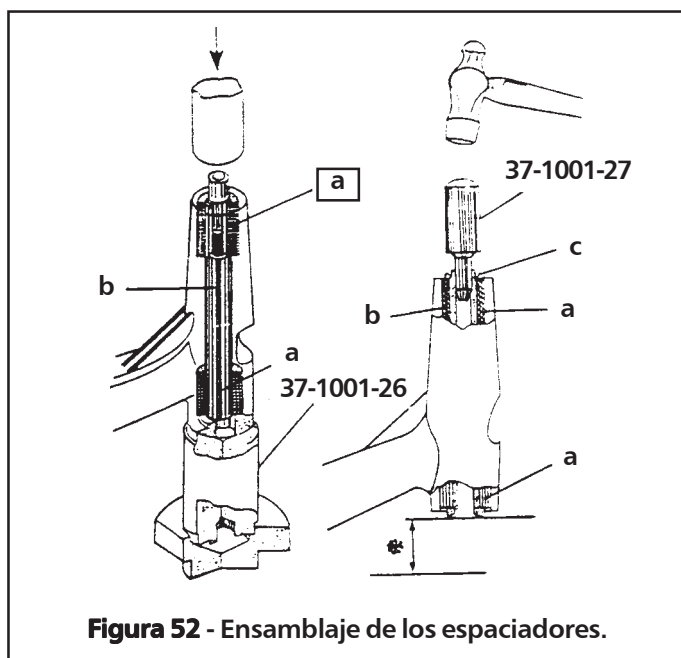

Figura 52 - Ensamblaje de los espaciadores.
4. Cerciérese de que el vástago sale la misma cantidad en ambos lados (ver figura 52).
5. Monte los espaciadores en ambos lados (ver figura 52).